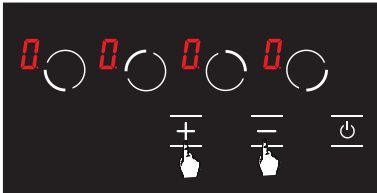

Abbildung 7
3. Kochstufe der jeweiligen Kochplatte kann mit Hilfe der und Tasten zwischen 1-9 oder je nach Herdoption zwischen -9 eingestellt werden. (siehe Abb. 7)